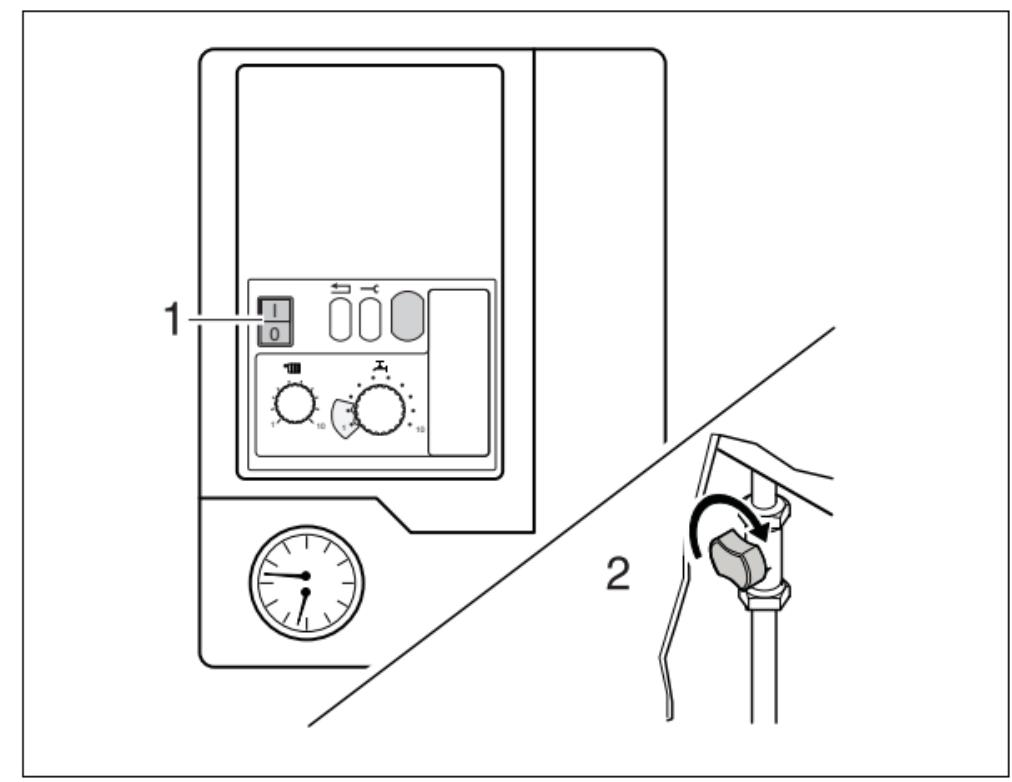

Fig. 3 Interruttore elettrico, rubinetto d'intercettazione del gas
- Orientare l'interruttore dell'alimentazione elettrica (fig. 3, pos. 1) in posizione "0".
- Chiudere il rubinetto d'intercettazione del gas: girare verso destra (fig. 3, pos. 2).